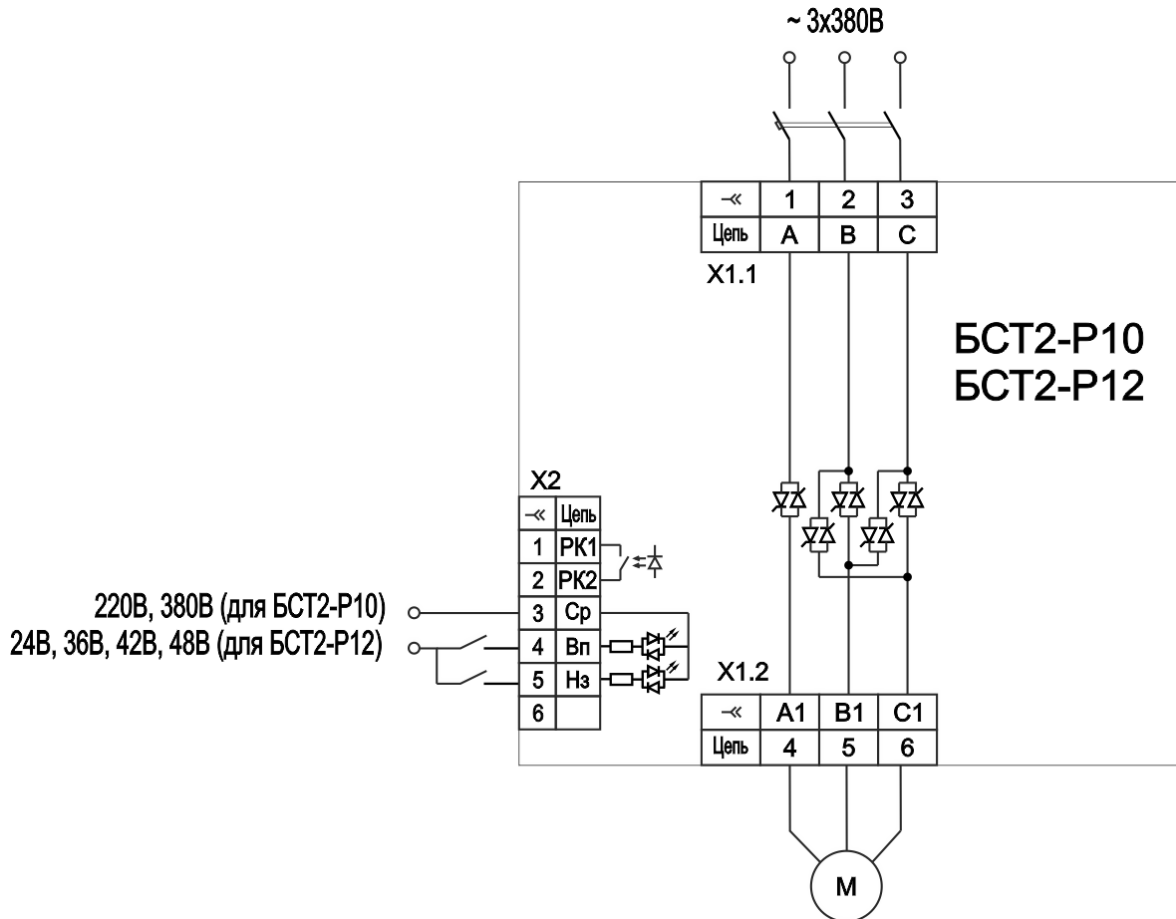

Рисунок 4 – Пример схемы подключения
1.6.5 Пример схемы подключения пускателя к электродвигателю приведен на рис. 4.